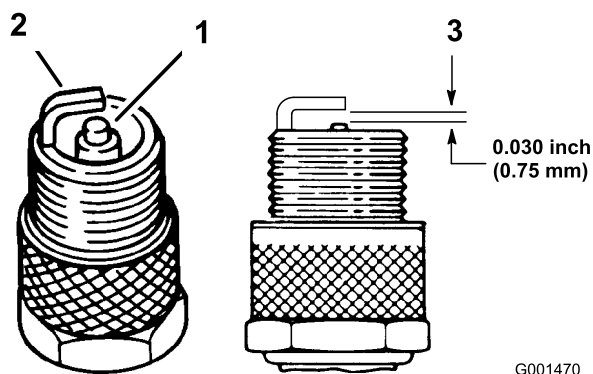

Figure 27
3. Contrôlez l'écartement entre l'électrode centrale et l'électrode latérale (Figure 27). Courbez l'électrode latérale (Figure 27) si l'écartement est incorrect.
3. Connectez les bougies (Figure 27).
1. Examinez le centre des bougies (Figure 27). Si le bec de l'isolateur est recouvert d'un léger dépôt gris ou brun, le moteur fonctionne correctement. S'il est couvert d'un dépôt noir, c'est généralement signe que le filtre à air est encrassé.